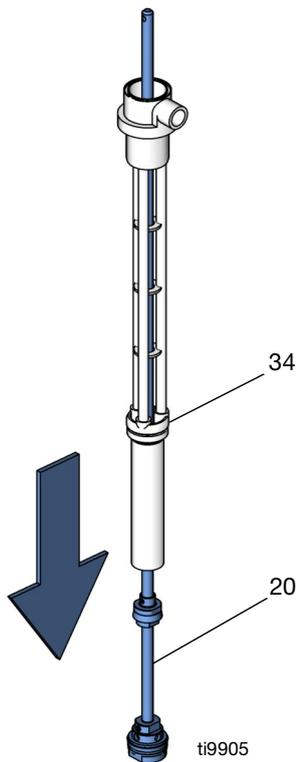

FIG. 19
8. Puxe o veio de transferência (20) para fora da parte inferior do corpo da bomba (34). Consulte a FIG. 19.